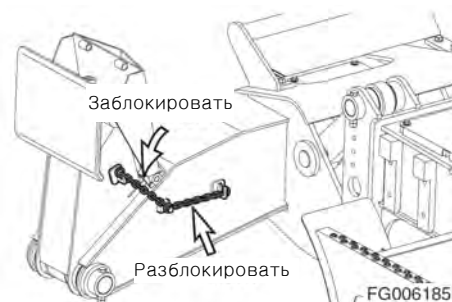

Рис. 30
3. Полностью поднять и закрепить все аутригеры и лезвие отвала бульдозера, убедиться в том, что ноги аутригеров заблокированы (рис. 30).